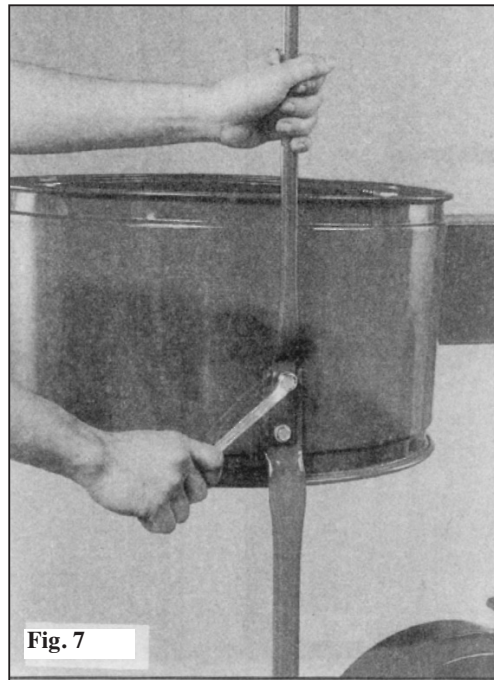

Fig. 7
På samma gång skall den övre säckhållaren (B) sättas fast på uppsamlingsstativet i enlighet med Bild 7.